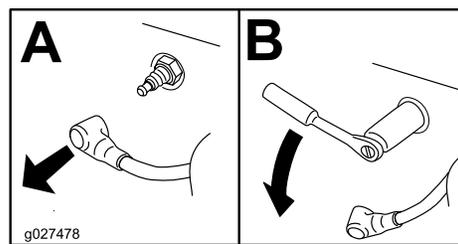

Figura 48
3. Rimuovete la candela come illustrato nella Figura 48.